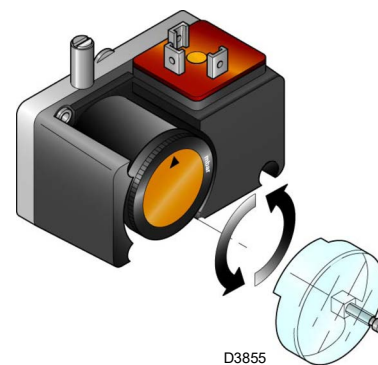

Fig. 30
- Régler le pressostat pour le contrôle d'étanchéité (kit PVP)(Fig. 30 à la page 31), le cas échéant, selon les instructions fournies avec ledit kit.
Régler le pressostat pour le contrôle d'étanchéité (kit PVP) (Fig. 30) selon les instructions fournies avec ledit kit.